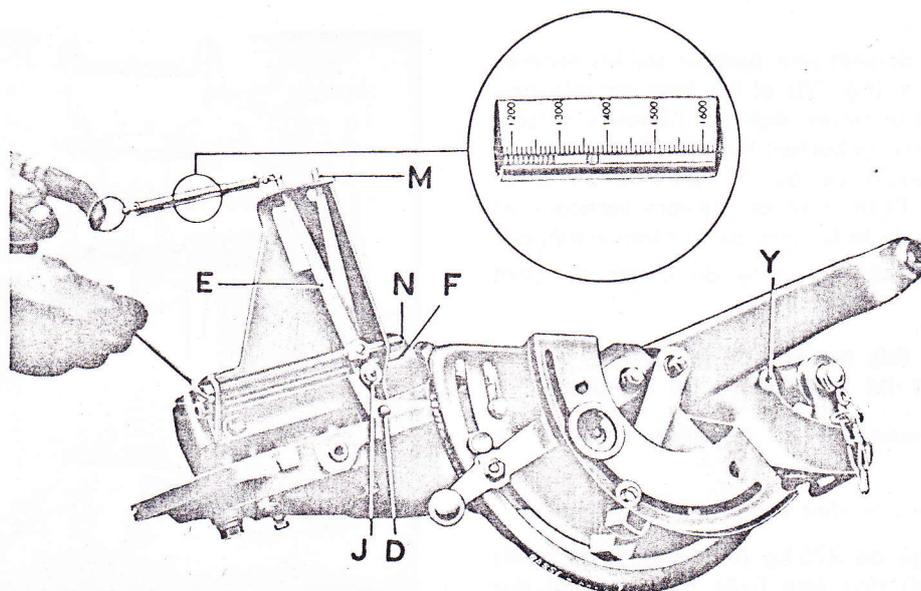

FIG. 30 : RÉGLAGE DES LEVIERS DU SYSTÈME HYDRAULIQUE.
Visser ensuite l'écrou (92) jusqu'à élimination complète du jeu. Bien se souvenir qu'un serrage ou un desserrage trop important provoquera l'accroissement du jeu. Resserrer la vis (Y fig. 30)
4) REGLAGE DES LEVIERS DES FOURCHETTES DE CONTROLE DE POSITION ET D'EFFORT. (fig. 30).
Comme illustré fig. 30, exercer à l'aide d'un peson un effort de 1.360 gr. à l'extrémité de chaque levier ; le réglage est correct quand on
5) REGLAGE DE L'EXCENTRIQUE (J) [fig. 30].